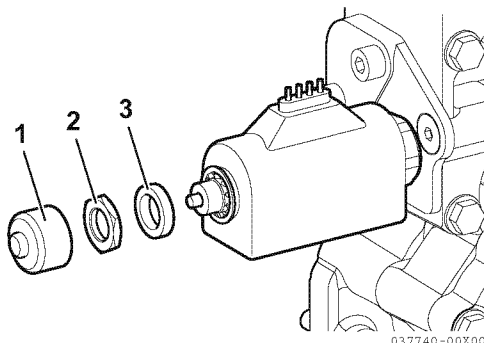

Abbildung 12
- Entfernen Sie bei ausgeschalteten Motoren die Kappe (1, **Abbildung 12**), die Mutter (2, **Abbildung 12**) und die Abdeckrosette (3, **Abbildung 12**).